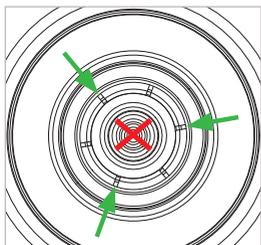

Abbildung 15
- ▶ Geben Sie je einen kurzen Sprühstoß mit dem Zielröhrchen zwischen jede zweite Spannzanze (*Abbildung 15*).
**Achtung:** Der Schmierstoff darf nicht in den Gaskanal gelangen (*Abbildung 15*).